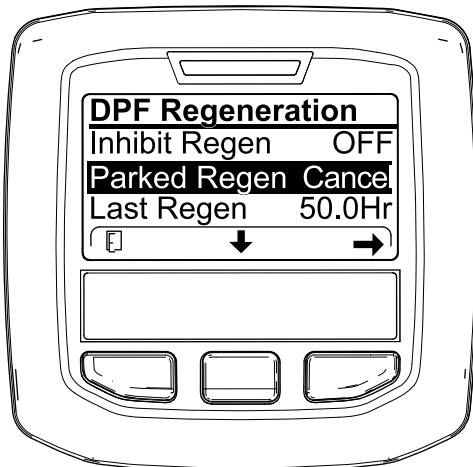
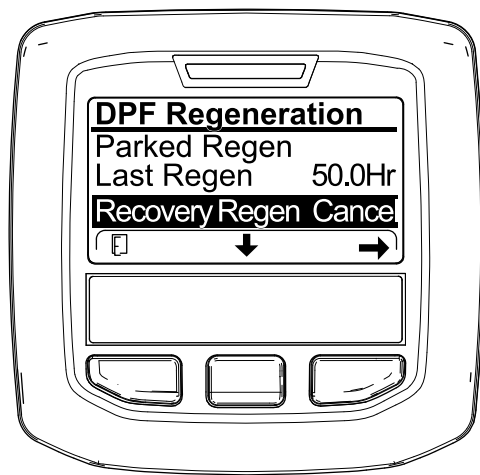

Figure 73
Figure 74
1. Ouvrez le menu DPF Regeneration (régénération du FAP) (Figure 73).
2. Appuyez sur le bouton central pour naviguer jusqu'à l'option PARKED REGEN CANCEL (Figure 73) ou RECOVERY REGEN CANCEL (Figure 74).
3. Appuyez sur le bouton droit pour sélectionner l'option Regen Cancel (annulation de régénération) (Figure 73 ou Figure 74).